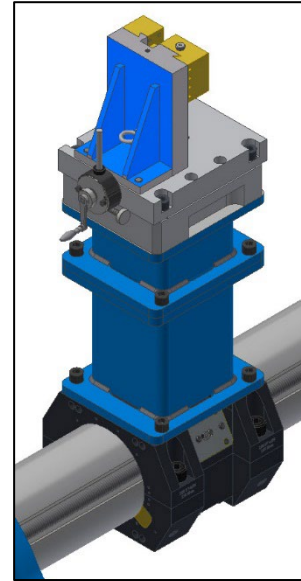
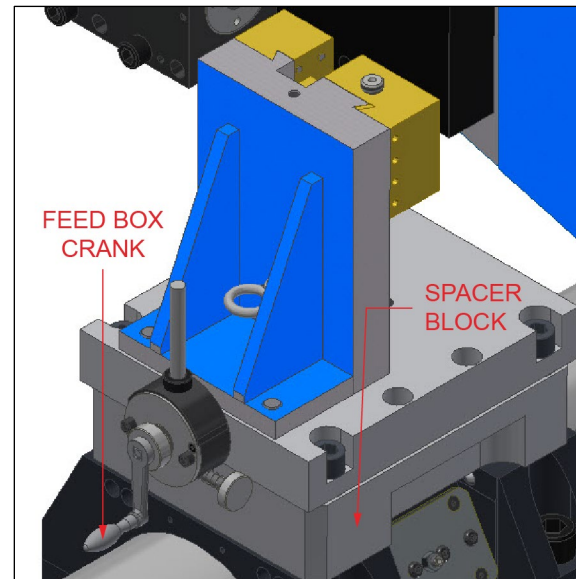

Figure 23. Tête de surfage montée sur le porte-outil avec des entretoises
Figure 27. Tête de surfacage montée sur des entretoises avec manivelle du boîtier d'avance attachée
- b) Si au moins une entretoise est utilisée (voir Figure 23), utiliser la manivelle du boîtier d'avance pour faire des ajustements manuels et engager l'avance automatique. La manivelle du boîtier d'avance est un outil combiné qui reste attaché à la tête de surfage pendant le fonctionnement (voir Figure 27 page 36).